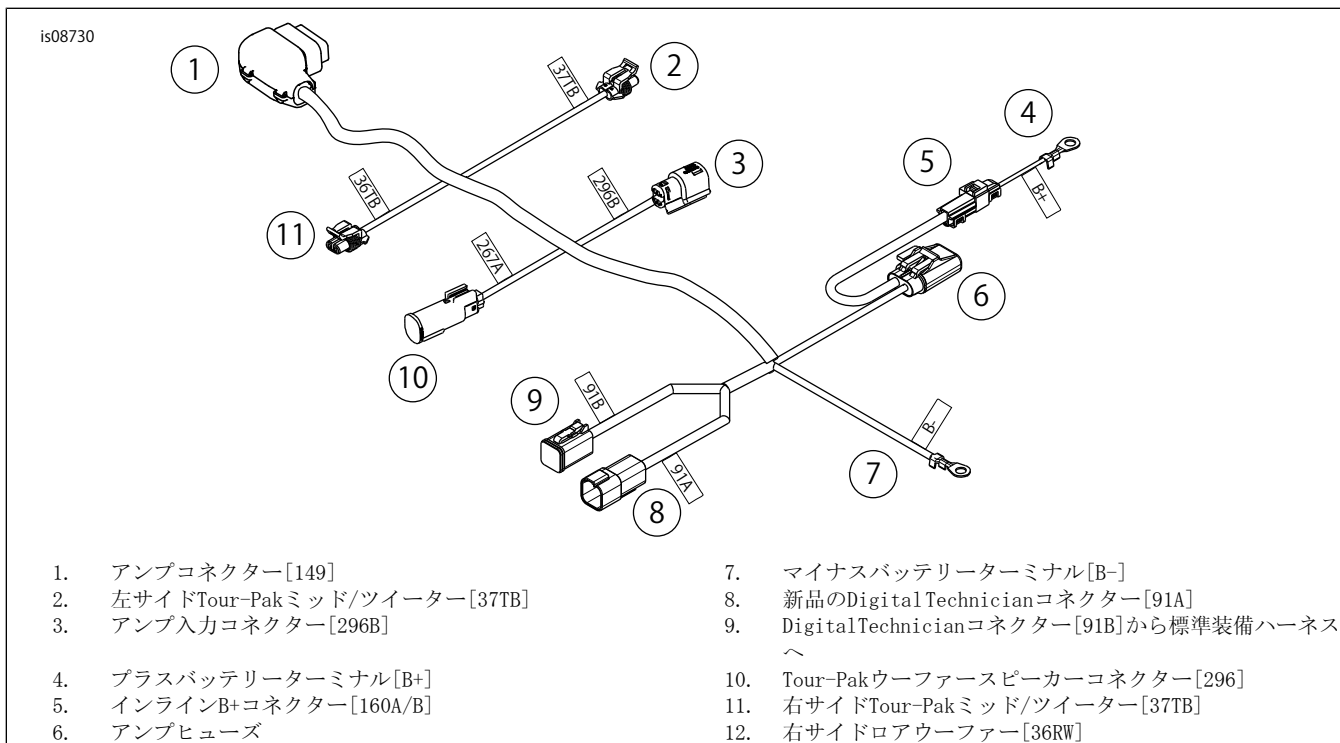

図4. メインアンプハーネス
- ・「図4」および「メインアンプ接続図」(図7)を参照してください。まず、大きな23極コネクタ[149](1)から出ているアンプハーネスを車両の前方へ向けて取り回します。大型コネクタは、狭い隙間を通すことができません。
- 「図4」および「メインアンプ接続図」(図7)を参照してください。プラグテザーをワイヤーの上に取り付けます。コネクターのピンを元どおりにはめます。アンプハーネス(6)のソケットコネクタ[91B]を、シート下のコネクタ[91A]に差し込みます。